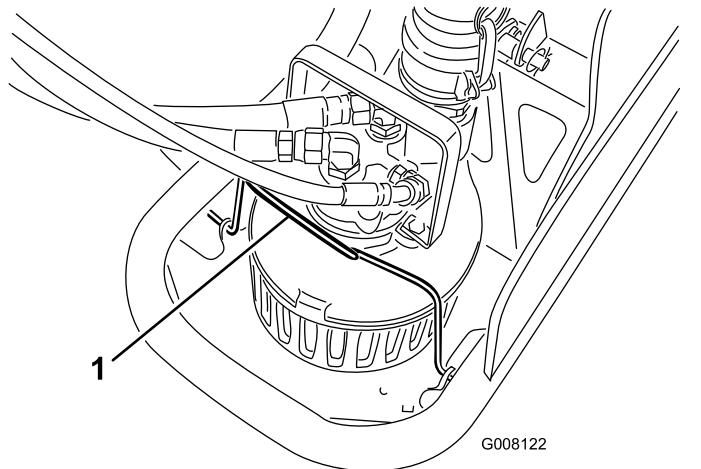

Bild 14
4. Drehen Sie die Pumpenklemme nach vorne (Bild 14).
14. Drehen Sie die Pumpenklemme rückwärts auf die Pumpe (Bild 14).